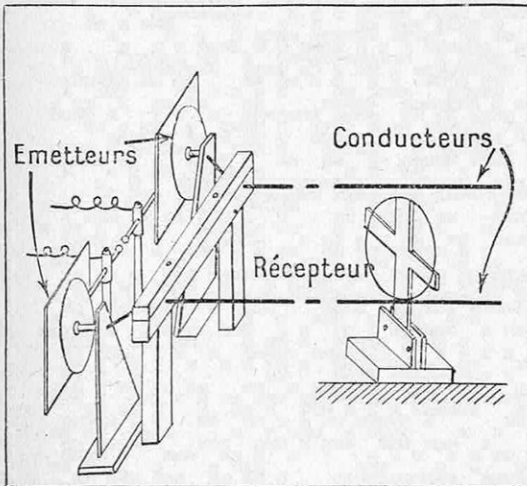
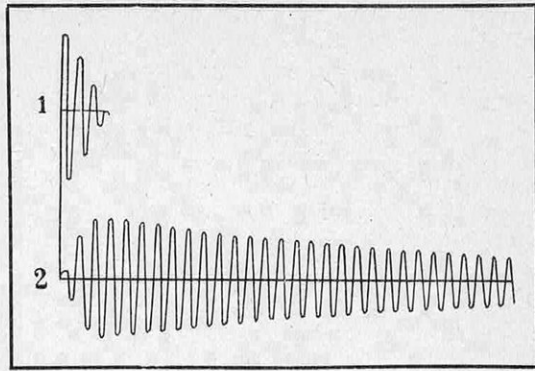

FIG. 5. — EXPÉRIENCE DE SARRAZIN ET DE LA RIVE POUR L'ÉTUDE DU CHAMP ÉLECTRIQUE ENTRE DEUX CONDUCTEURS (1890)
FIG. 6. — OSCILLATIONS TRÈS AMORTIES ET OSCILLATIONS PEU AMORTIES
Henri Poincaré a démontré en 1891 pourquoi l'onde émise par l'étincelle est très amortie (1), tandis que l'oscillation est peu amortie dans le résonateur récepteur (2). En effet, la perte d'énergie est grande dans le circuit d'émission par suite de la résistance du milieu ambiant où se propage le rayonnement. Au contraire, la résistance électrique du résonateur est faible. Ainsi le résonateur continue à vibrer, avec sa période propre, après que l'excitateur est revenu au repos. Ceci explique la constatation de Sarrazin et de La Rive (fig. 5).
représente la demi-longueur d'onde) à l'aide de récepteurs circulaires (fig. 5) de diamètres variables, ils constatèrent que cet internœud variait avec les dimensions du récepteur, étant sensiblement égal à son diamètre. Ce fait, dûment constaté, donna lieu à différentes interprétations où on peut retrouver la marque de l'imprécision qui régnait alors dans l'esprit des physiciens. Aujourd'hui, l'explication nous paraît évidente : l'onde très amortie, émise par l'excitateur, agit par un véritable choc sur le récepteur, dont les vibrations sont beaucoup moins amorties, parce que la résistance électrique est faible (fig. 6) ; de même, un coup de marteau excite un timbre et le fait vibrer ; le récepteur enregistre donc ses propres vibrations, et non celles de l'émetteur ; les nœuds et les ventres correspondent aux positions où se produit l'interférence des ondes directe et réfléchie, et l'internœud dépend, dès lors, de la période vibratoire du récepteur.